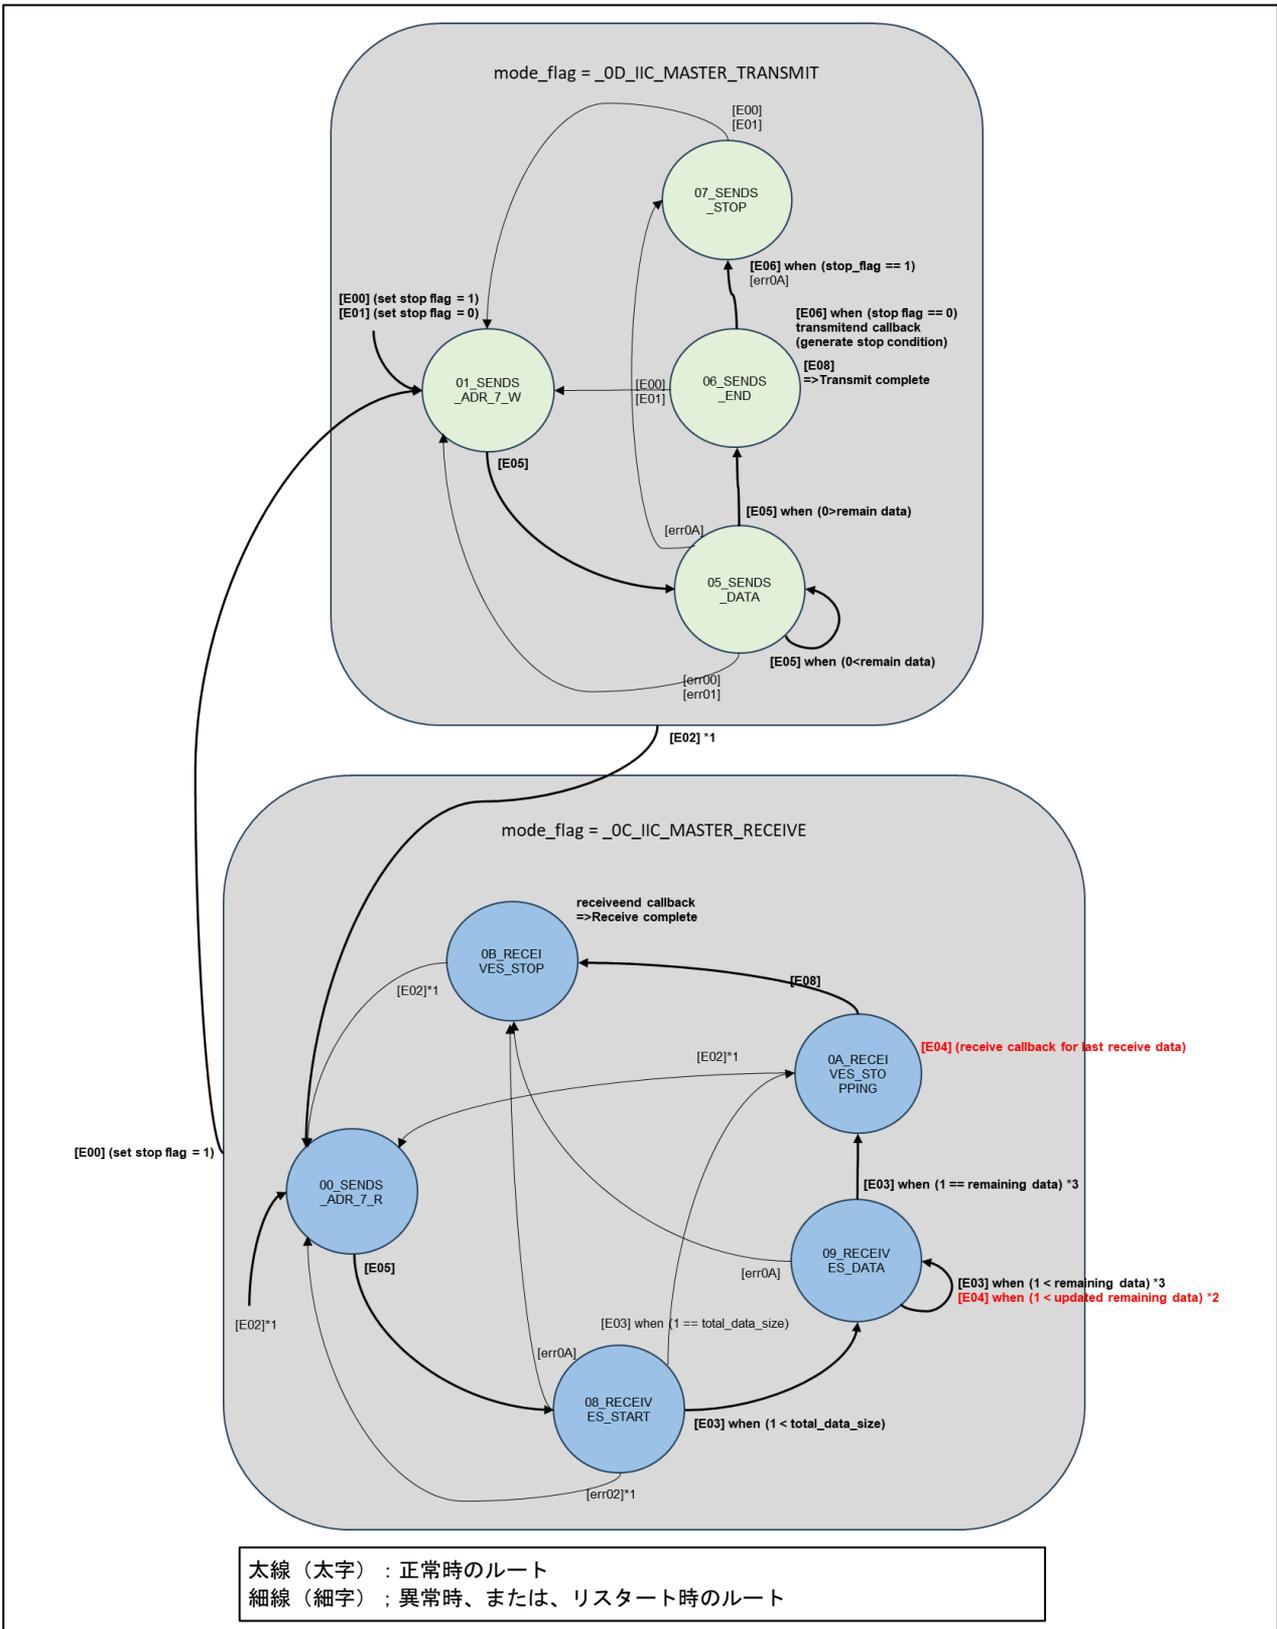

図 30 PMBus Master Driver Layer の状態遷移図
PMBus Master Driver Layer の状態遷移は、PMBus Slave への送信動作部と受信動作部に分かれ、各々指定のデータを指定のバイト数だけ送受信します。PMBus Master Driver Layer の状態遷移を図 30、図 31、および表 13、表 14 に示します。
- ・薄線は図 30 における mode_flag=0D の場合の状態遷移を意味します。
- ・薄青は図 30 における mode_flag=0C の場合の状態遷移を意味します。